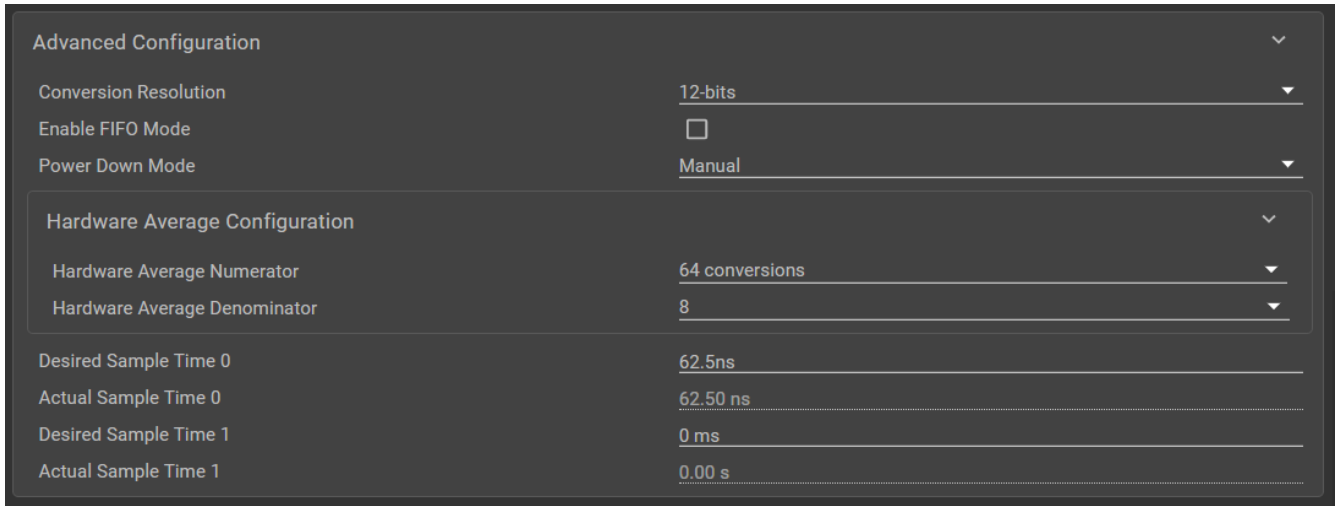

图 3-2. 用于过采样的 SysConfig ADC 配置设置
**ADC** 在过采样模式下使用，可通过利用硬件辅助取平均值功能来提高有效分辨率。**ADC** 配置为在结果缓冲区中聚合 64 个样本，然后将结果除以系数 8，这是通过在硬件中右移 3 位来完成的。此配置直接在 **SysConfig** 工具中完成，如图 3-2 所示。样本的总转换时间是每个样本的采样时间和转换时间的 64 倍，因为 **SysConfig** 中配置的采样时间始终等于一个样本。转换时间取决于 **ADC** 的时钟源。当考虑方程式 1 时，聚合 64 个样本并将所得的总和除以 8 会使 **ADC** 的标称分辨率增加 3 位。